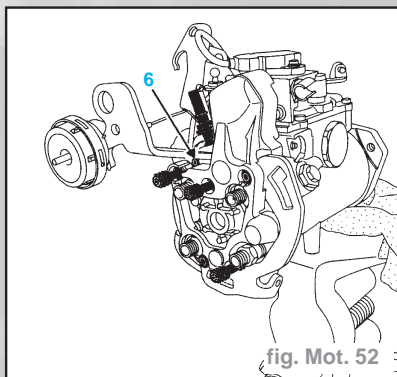

fig. Mot. 52
- Tarauder avec précaution la goupille (6) à l'aide du taraud fourni dans la collection **Mot. 1455** (fig. Mot. 52).